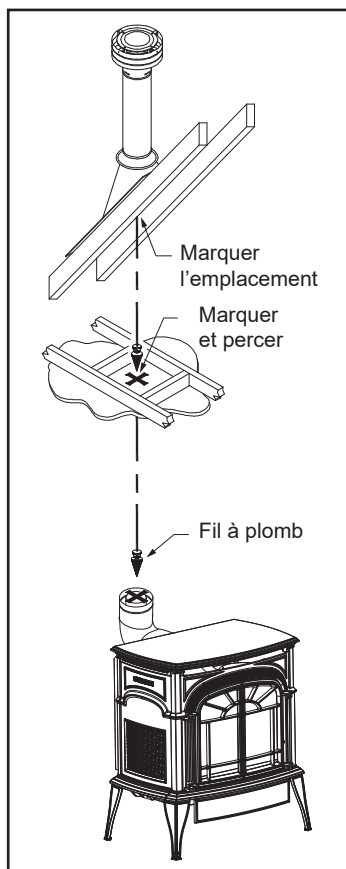

Figure 3.32
Étape 2 – Placez le poêle à gaz à l'emplacement souhaité. Utilisez un fil à plomb entre le plafond et la sortie du conduit de cheminée du poêle et marquez l'emplacement où le conduit va traverser le plafond. Percez un petit trou à cet endroit. Puis, placez un fil à plomb entre le toit et l'ouverture percée dans le plafond, et marquez l'endroit où le conduit de cheminée traverse le toit (figure 3.32). Vérifiez qu'aucune solive, ni chevron ou autre structure ou matériau du plafond n'empêche le passage du conduit de cheminée. Si nécessaire, déplacez l'appareil pour éviter de découper des éléments supportant la structure.